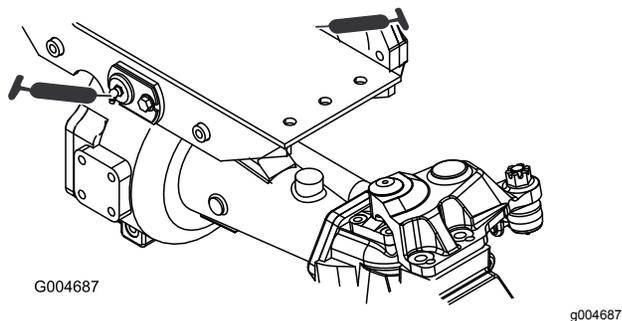

Figura 34
- Boccole orientabili (2) degli assali anteriore e posteriore (Figura 34)